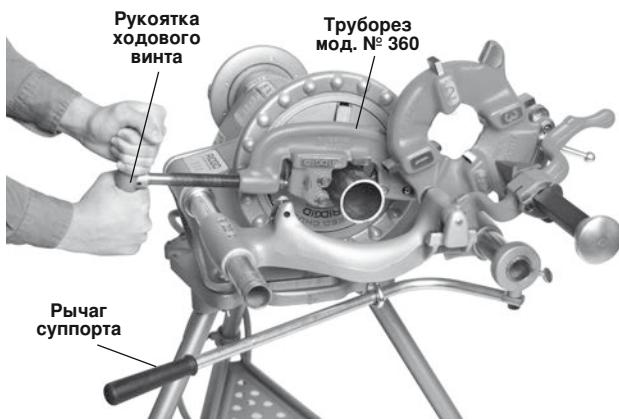

Рис. 21 — Резка с использованием трубореза мод. № 360
4. Обеими руками возьмитесь за рукоятку подачи трубореза (рис. 21).